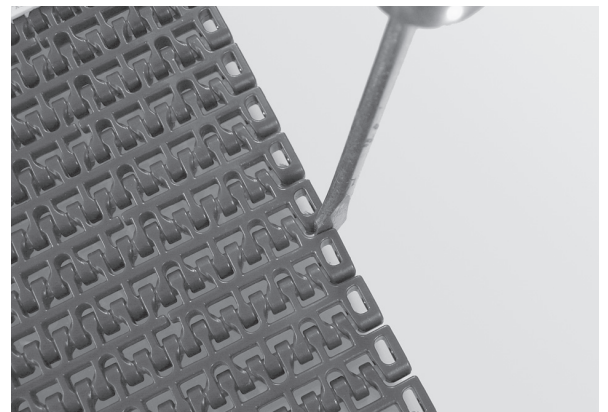

Abbildung 33
1. Führen Sie das Blatt eines flachen Schraubenziehers zwischen die beiden Fördergurtverbindungen und drehen Sie im Uhrzeigersinn (Abbildung 33).